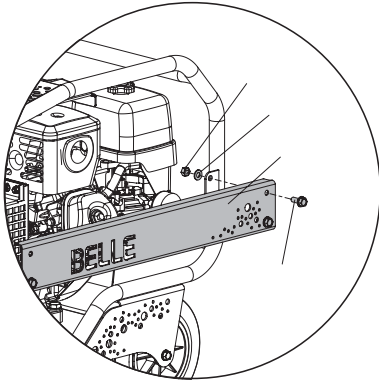

Imagen 1
1. Retire el protector lateral del lado izquierdo, así como las arandelas, tuercas y los 4 pernos M8 (**consulte la imagen 1**)